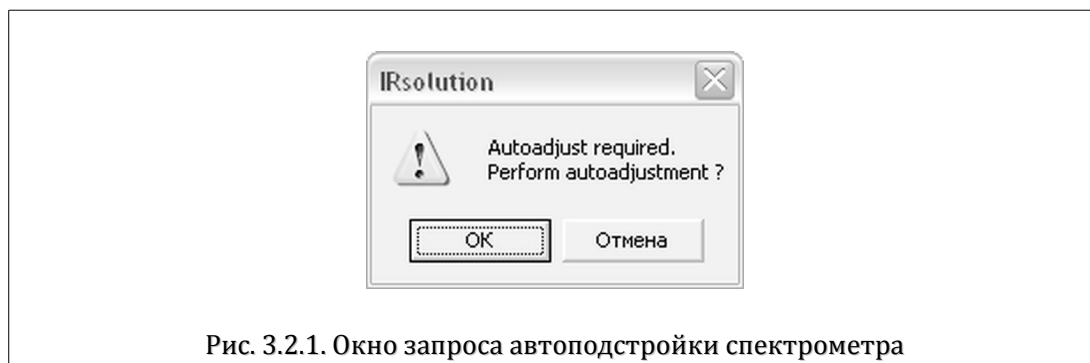

Рис. 3.2.1. Окно запроса автоподстройки спектрометра
В момент запуска вместо Панели запуска АПМК «Спектротест» может появиться окно запроса автоподстройки спектрометра, изображенное на Рис. 3.2.1.
- в окне запроса автоподстройки (Рис. 3.2.1) нажать «Отмена» и дождаться появления Панели запуска АПМК «Спектротест». Выключить АПМК «Спектротест» в полном соответствии с п.1.6;
- если вместо Панели запуска АПМК «Спектротест» вновь появляется окно запроса автоподстройки спектрометра (Рис. 3.2.1) необходима диагностика состояния интерферометра уполномоченным сервис-инженером.